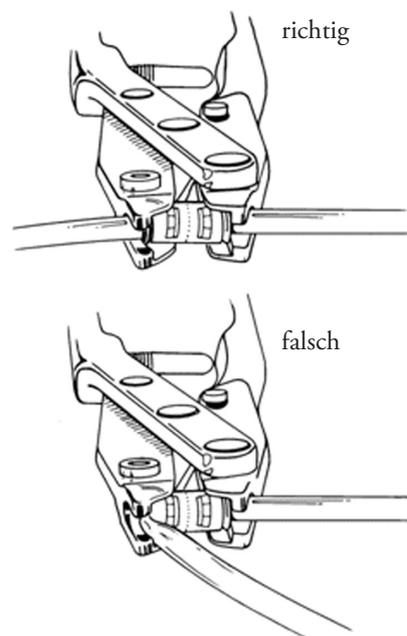

Abbildung 4-34. Konnektorzange schließen
7. Zangengriffe bis zum Anschlag zusammendrücken (**Abbildung 4-34**).